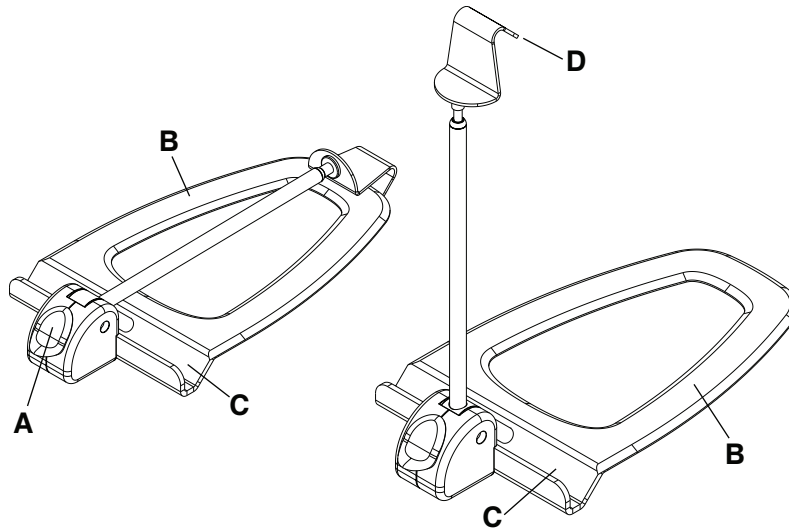

图 29 – 侧面 X 射线暗盒支架
2. 按下黄色释放按钮 (A) 以打开侧面暗盒支架 (图 29)。
3. 滑动床垫和患者平台之间的扁平底座 (B)。
5. 将 X 射线暗盒放在暗盒导管 (C) 中。
6. 向上拉暗盒挂钩 (D) 以调整臂高度，使其紧贴在 X 射线暗盒之上，将暗盒固定在位。